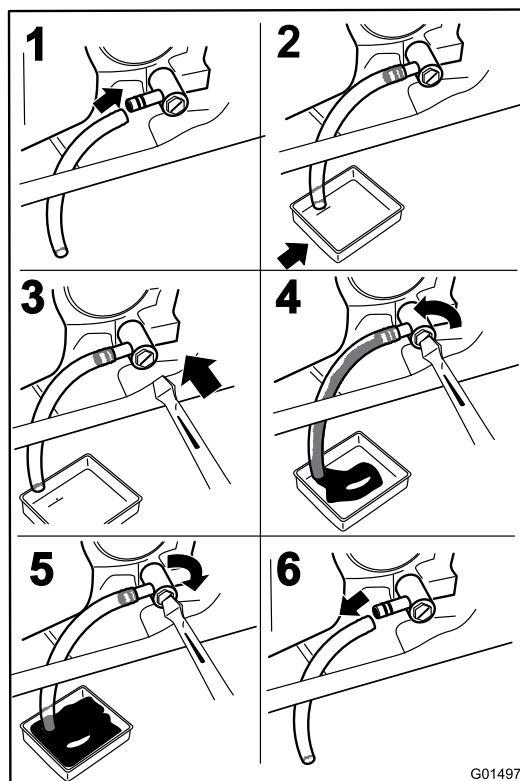

Bild 37
4. Stellen Sie vor dem Verlassen des Fahrersitzes den Motor ab, ziehen Sie den Schlüssel ab und warten Sie, bis alle rotierenden Teile zum Stillstand gekommen sind (Bild 37).